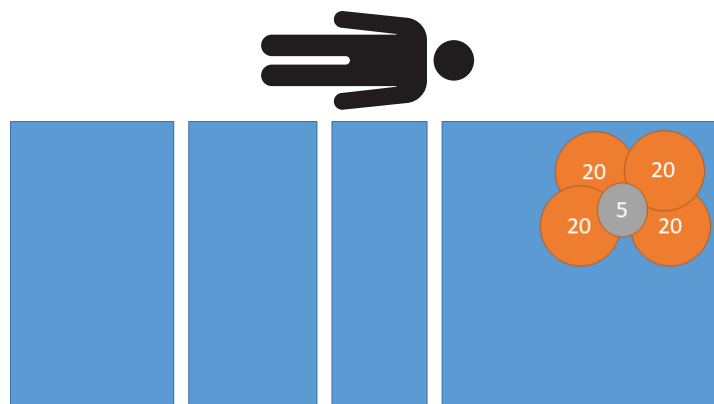

図 16 – 偏心試験 - 頭部右側85 kg
4. 較正済み分銅を使用して、85 kgを製品の頭部右側に載せます (図 16)。